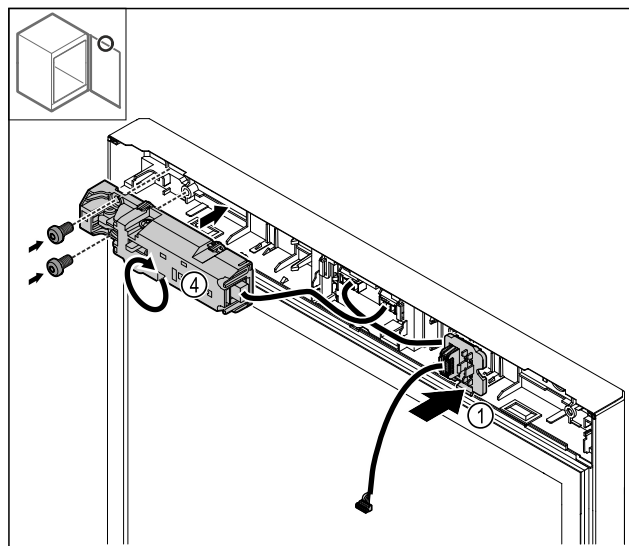

Fig. 28
- 将插头架 Fig. 28 (1)卡入到对面。
- 将电子锁 Fig. 28 (4)转动 180°，然后固定在对面。